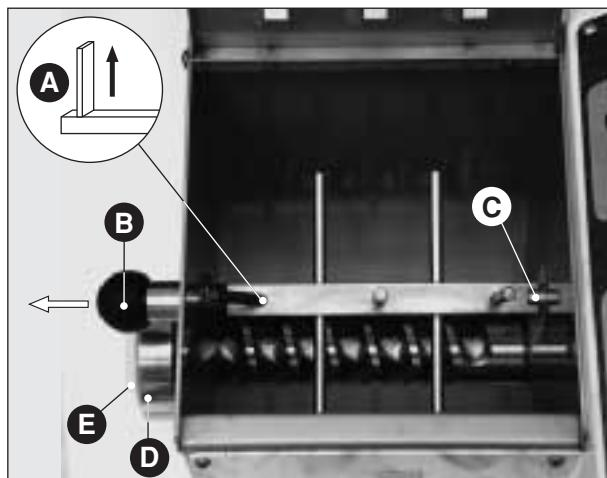

Fig. 13
- Mezclador: asegurarse que la paleta externa esté en la posición vertical superior (**Fig. 13 A**) (solamente esta posición permite el desarme de la pieza). Desmontar el mezclador, jalar la perilla (**Fig. 13 B**) hasta desembragar el mezclador; desensartar el árbol cuadrado de su asiento (**Fig. 13 C**) y contemporáneamente girar la extremidad externa hacia arriba. Para el montaje del particular obrar en sentido inverso con la advertencia de alinear el alojamiento central del árbol con la espiga del soporte móvil; luego soltar la perilla.
- Abrazadera (**Fig. 13 D**) e hilera (**Fig. 13 E**): desenroscar la abrazadera a mano, poniendo cuidado a que no caigan las piezas, en el momento en que la abrazadera sale de su asiento, para no causar daños a sí mismo o las piezas mismas.
- Cóclea (**Fig. 13 F**): desmontada la abrazadera con hilera, la cóclea se puede extraer fácilmente de la máquina empujándola desde la espiral por la extremidad interna.